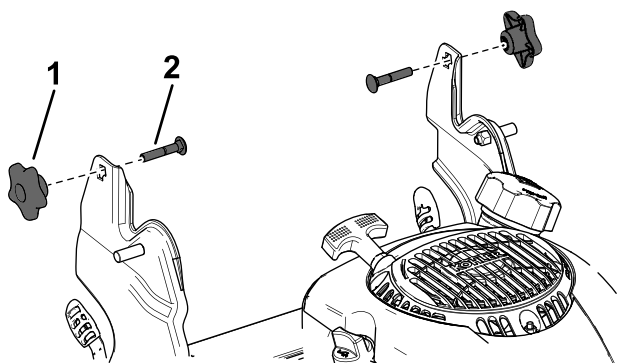

Figura 25
3. Inserite il bullone a testa tonda (con la testa del bullone rivolta verso l'interno) attraverso la staffa della stegola e il foro superiore nell'estremità della stegola. Assicuratevi che i bordi quadrati di ciascun bullone a testa tonda si inseriscano nel foro quadrato superiore o inferiore nella relativa staffa della stegola (**Figura 25**).